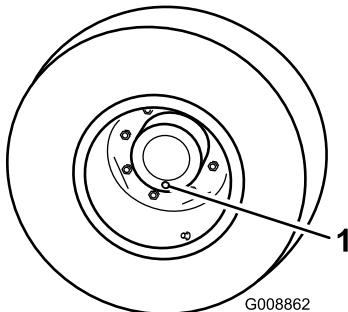

Figura 42
1. Con la máquina en una superficie nivelada, coloque una rueda de manera que uno de los tapones de verificación/drenaje esté en la posición más baja (posición de las 6) (Figura 42).